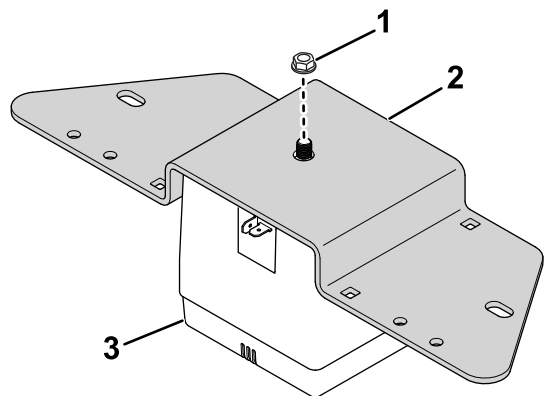

Bild 25
13. Befestigen Sie die Hupe an der Hupehalterung mit der vorhandenen Mutter an der Hupe (**Bild 25**).